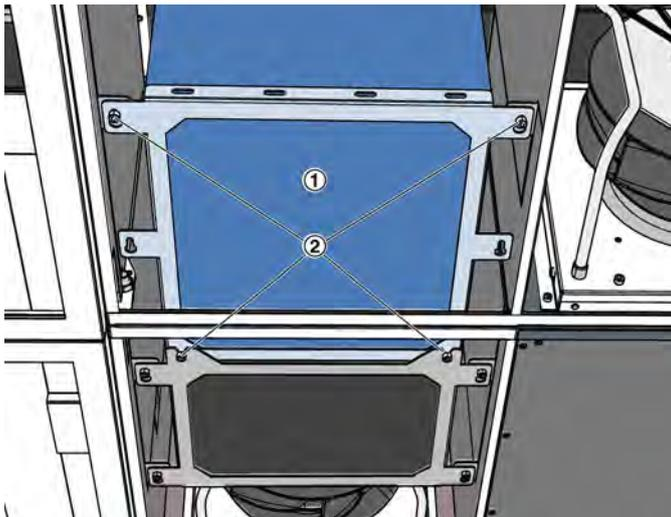

Abb. 22: Schalldämpfer einsetzen
20. ▶ Schalldämpfer (Abb. 22 /1) einsetzen und mit 4 Schrauben (Abb. 22 /1) befestigen.